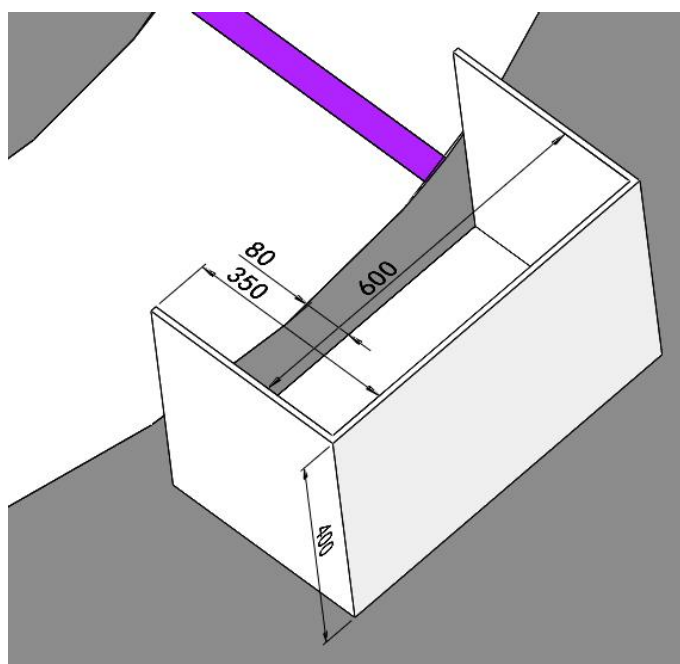

图 9 住户 1 标识尺寸（单位：mm）
3.住户标识：分岔路两侧分别设置了住户，赛道上设置了紫色和棕色的标识色带。色带大小为 $500\text{mm} \times 50\text{mm}$ ，与住户最前端的立板平齐。如图 9、10 所示。